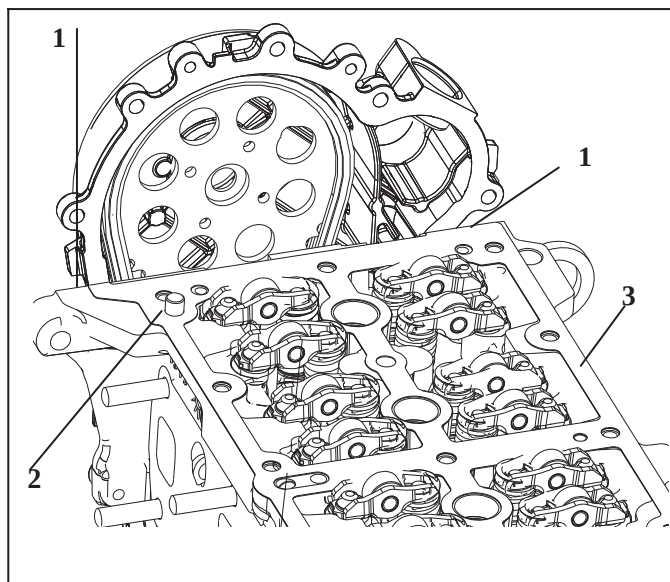

图 2-7
8、将上缸盖定位销(2)压入气缸盖总成上端面中的定位销孔中，并在一四缸喷油器安装孔内装上工艺导向套，便于上缸盖的初定位，然后装上上缸盖密封垫(3)检查密封垫是否装正确(打标识的一侧朝上)。正确放置上缸盖密封垫之后，如图 2-7，在图示(1)位置涂硅酮密封胶。